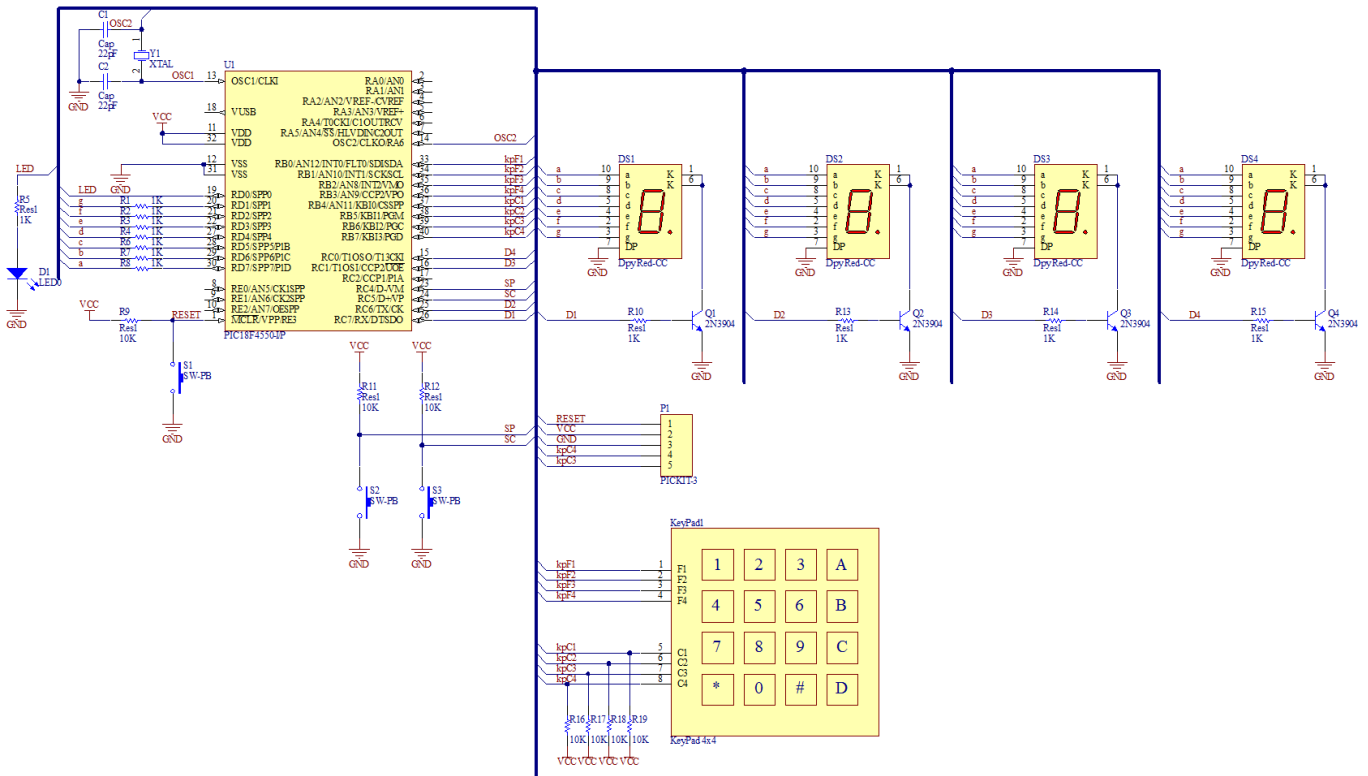

Figura 1.1: Circuito para manejo de Displays de 7 segmentos con teclado matricial de 4×4 : PIC18F4550
1. Implemente el circuito de la Figura 1.1 en un project board.
2. En el circuito de la Figura 1.1: cuál es la función de las 4 resistencias de $10K\Omega$ ubicadas en los terminales de las conexiones de las columnas del teclado matricial hacia VCC?